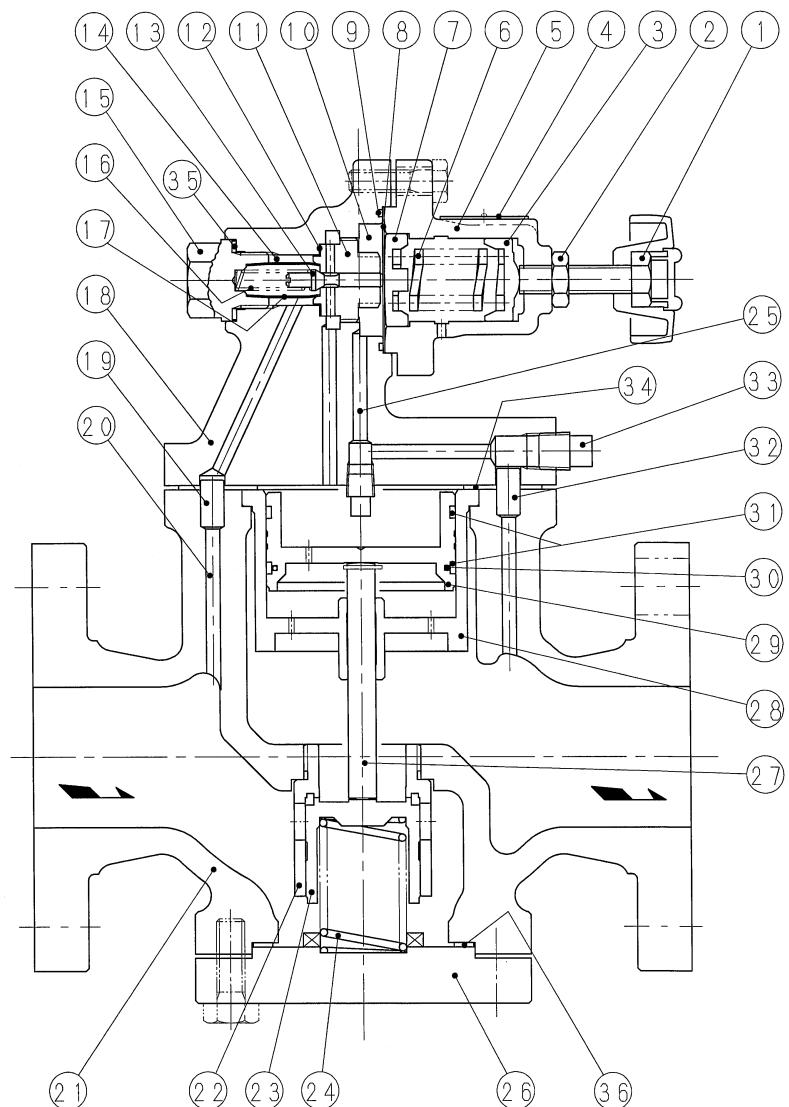

図1 構造図
- 分解に際して、まず配管中の蒸気を完全に抜去することが必要です。蒸気を止められない場合は、バイパス運転に切換え、減圧弁前後の止め弁を完全に閉じ、減圧弁内の残存蒸気は図1の上部ふた(18)の六角ボルトを僅かに緩めて放出します。
- 図 1 の下部ふた(26)を外す際は、六角ボルトを少し緩め減圧弁内の残留ドレンを完全に排出します。